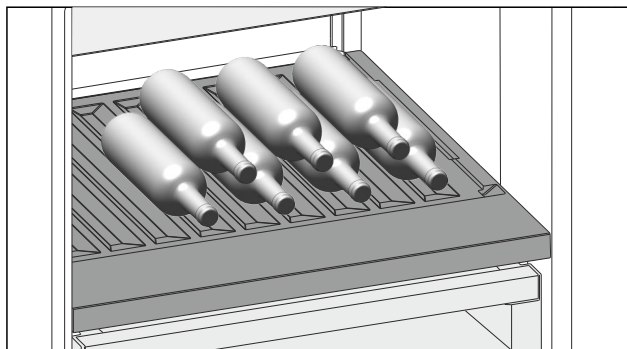

Fig. 157
- Stavite boce s dnom prema stražnjoj stijenci hladnjaka. (pogledajte Fig. 157)